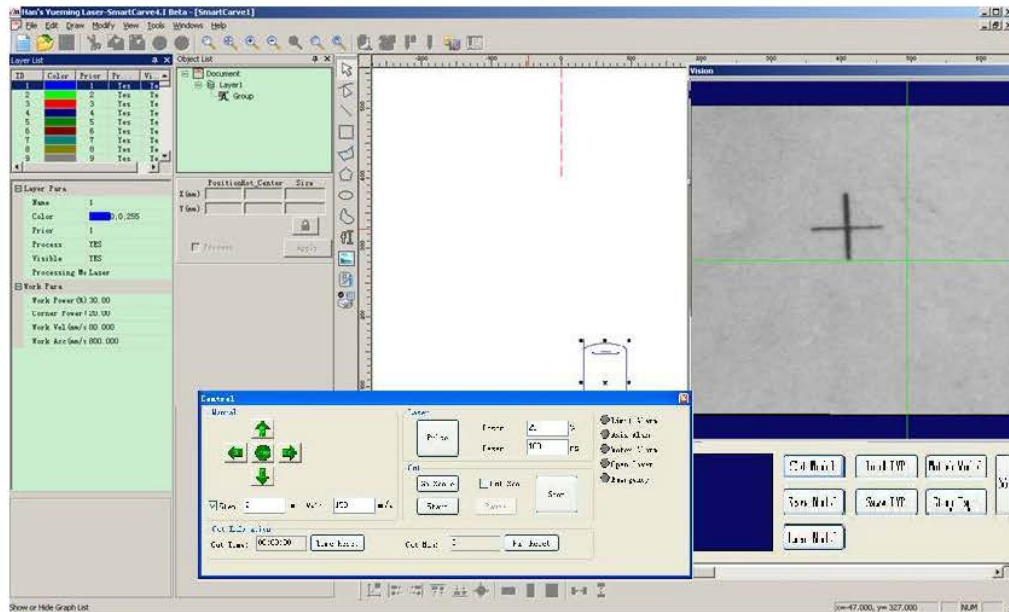

Fig. 4-22
B. Certifique-se de que o sistema está em estado de monitoramento em tempo real, como na Fig. 4-22: